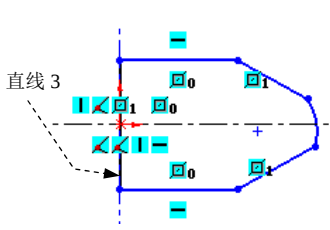

图 2.12.9 添加“重合”约束
Step5. 添加图 2.12.9 所示的“重合”约束。按住 Ctrl 键，选取图 2.12.9 所示的直线和坐标原点，系统弹出“属性”对话框，在 **添加几何关系** 区域中单击 **重合(D)** 按钮。